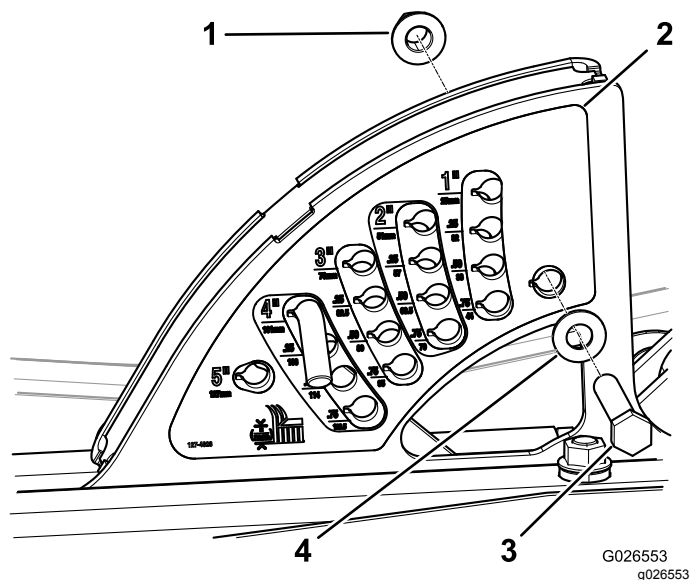

Рисунок 6
3. Прикрепите новую табличку высоты скашивания к кронштейну. (Рисунок 6).
4. Установите болт (½ x 2¾ дюйма), плоскую шайбу и контргайку (½ дюйма) в нижнее заднее отверстие новой таблички, как показано на Рисунок 6.